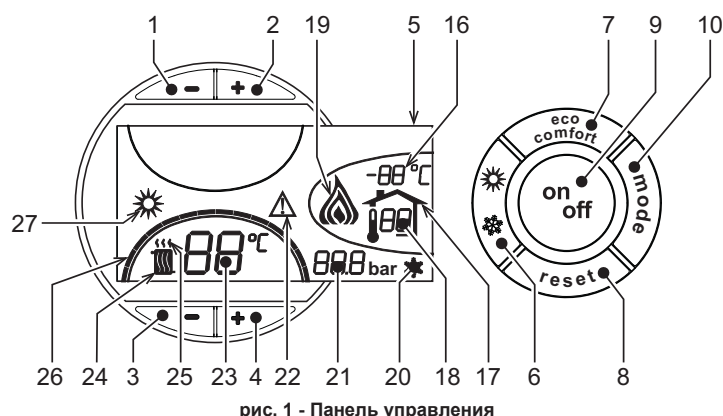
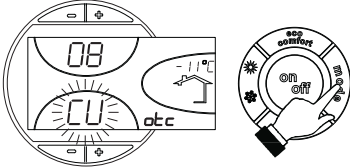
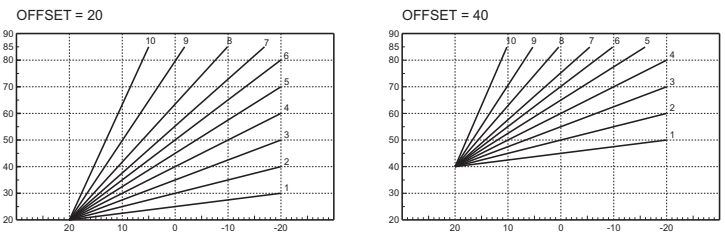

рис. 1 - Панель управления
рис. 9 - Кривая погодозависимого регулирования
рис. 12 - Пример параллельного смещения кривых погодозависимого регулирования
Нажмите клавишу on/off (поз. 9 - рис. 1) в течение 1 секунды.
Для повторного включения котла снова нажмите клавишу on/off (поз. 9 рис. 1) в течение 1 секунды.
- Нажмите кнопку ВКЛ/ВЫКЛ (9 - рис. 1)
Нажмите клавишу Лето/Зима (поз. 6 - рис. 1) на 1 секунду.
На дисплее высвечивается символ "Лето" (поз. 27 - рис. 1). При этом котел будет вырабатывать только воду для ГВС. Остается активной система защиты от замерзания.
Для выключения режима "Лето" вновь нажмите клавишу Лето/Зима (Поз. 6 - рис. 1) на 1 секунду.
Температура в системе отопления регулируется в пределах от 30°C до 80°C с помощью клавиш (дет. 3 и 4 - рис. 1).
Температура в системе ГВС регулируется в пределах от 10°C до 65°C с помощью клавиш (поз. 1 и 2 - рис. 1).
При установке внешнего датчика (опция) на дисплей панели управления (поз. 5 -) выводится рис. 1 текущая внешняя температура, измеряемая этим датчиком. При этом система управления котлом работает в режиме "Плавающая температура". В этом режиме температура воды в системе отопления регулируется в зависимости от внешних климатических условий с тем, чтобы обеспечить максимальный комфорт и экономию энергии в течение всего года. В частности, при увеличении температуры наружного воздуха уменьшается температура подаваемой в систему отопления воды в соответствии с определенной "характеристикой компенсации".
В режиме плавающей температуры величина, заданная с помощью клавиш регулировки отопления (поз. 3 и 4 - рис. 1), становится максимальной температурой воды системы отопления. Рекомендуется устанавливать ее на максимальную величину, чтобы позволить системе выполнять регулировку во всем полезном рабочем диапазоне.
При однократном нажатии на клавишу Режим (поз. 10 - рис. 1) отображается фактическая компенсационная кривая (рис. 9), которую можно изменить с помощью клавиш системы ГВС (поз. 1 и 2 - рис. 1).
При нажатии клавиш регулировки температуры отопления (поз. 3 и 4 - рис. 1) обеспечивается доступ к режиму параллельного изменения кривых (рис. 12), изменяемого с помощью клавиш системы ГВС (поз. 1 и 2 - рис. 1).
При повторном нажатии клавиши Режим (поз. 10 - рис. 1) осуществляется выход из режима регулировки параллельных кривых.
Если к котлу подключено устройство дистанционного управления с таймером (опция), вышеописанные регулировки производятся в соответствии с указаниями, приведенными в таблица 1. При этом на дисплее пульта управления (поз. 5 - рис. 1) высвечивается температура в помещении, измеряемая устройством дистанционного управления.
Переключение режимов "Лето"/"Зима"	Режим "Лето" обладает приоритетом над командой на включение отопления, которая может поступить от пульта ДУ с таймером. При выключении режима ГВС с пульта ДУ котел переходит в режим "Eco/Comfort". В этих условиях клавиша 7 рис. 1 - На панели котла отключена.
Выбор режимов ECO/COMFORT	При включении режима ГВС с устройства ДУ с таймером котел устанавливается в режим Comfort. В этих условиях с помощью клавиши 7 рис. 1 - На панели управления котла можно выбрать любой из этих двух режимов.